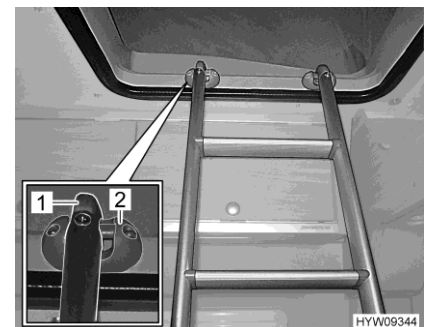

Fig. 51 Escalera de ascenso (enganchada)
- Enganchar la escalera de ascenso con las dos horquillas (Fig. 51,1) en las grapas (Fig. 51,2) del marco del techo abatible.